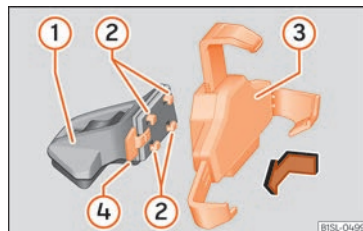
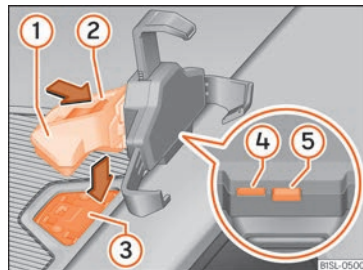

Abb. 107 Universalhalterung und Haltearm zusammensetzen.
Abb. 108 In der Mittelkonsole: Öffnungsverriegelung für die Aufnahme des Infotainment-Systems
- Drücken Sie die Entriegelungstaste »» Abb. 108 ⑤ bis sich der obere Arm der Universalhalterung löst.
- Setzen Sie das Smartphone in die untere Halterungen ein. Um die unteren Halterungen einzustellen, drücken Sie die Taste »» Abb. 108 ④.
- Halten Sie die Universalhalterung »» Abb. 107 ③ fest und drücken Sie die Entriegelungstaste »» Abb. 107 ④.
- Halten Sie den Haltearm »» Abb. 108 ① fest und drücken Sie die Entriegelungstaste »» Abb. 108 ④ in Pfeilrichtung.
- Stecken Sie die Universalhalterung »» Abb. 107 ③ in die Verrastungen ② des Haltearms ①.
- Bewegen Sie die Universalhalterung seitlich in Richtung der Verriegelung ④ bis die Halterung hörbar einrastet »» ⚠.
- Setzen Sie den Haltearm »» Abb. 108 ① von oben in die Halteplatte »» Abb. 108 ③ ein und drücken Sie ihn nach unten bis er hörbar einrastet »» ⚠.